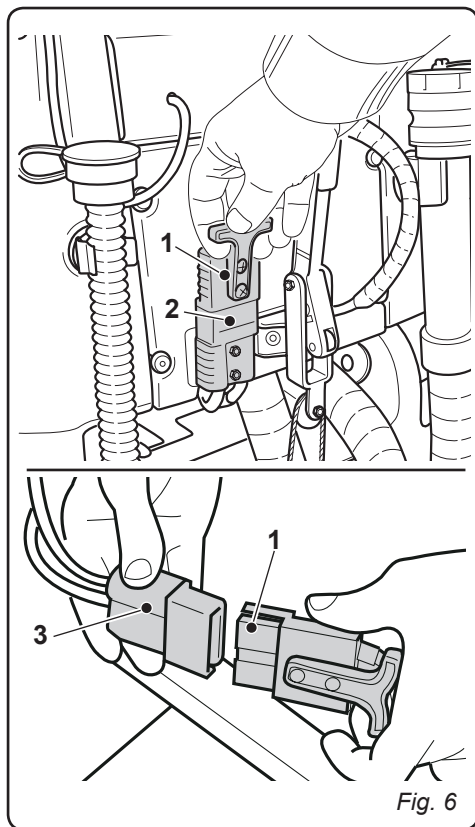

Fig. 6
4.1.b - Chargement de la batterie grâce à un chargeur de batterie externe (Fig. 6)
- Débrancher la fiche (1) de la batterie de la prise (2) de l'installation.
- Brancher la fiche (1) de la batterie à la prise (3) du chargeur de batterie externe.
- À la fin du chargement des batteries, rebrancher la fiche (1) de la batterie à la prise (2) de l'installation.